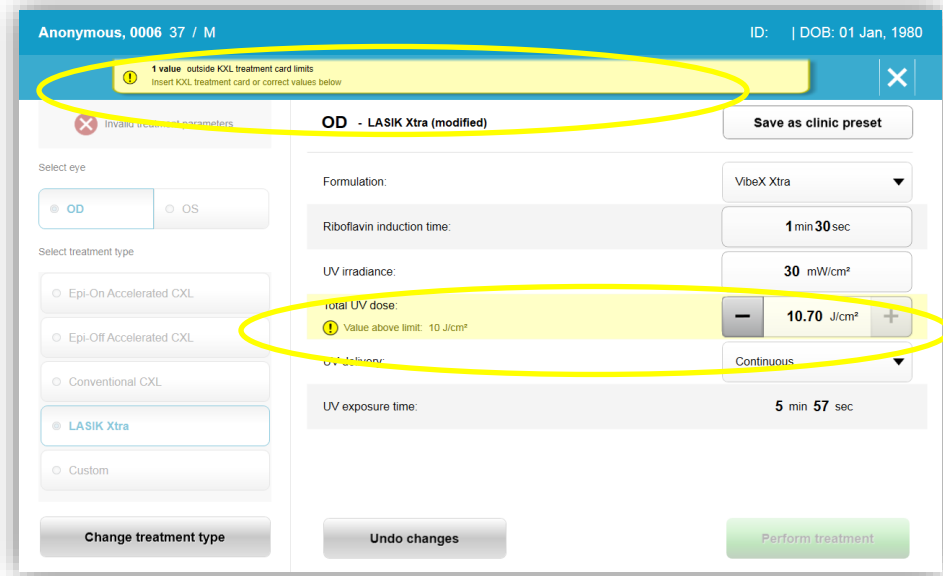

Figure 3-17. Paramètres de traitement non valides (Invalid Treatment Parameters)
- Si l'utilisateur a inséré la carte de traitement pendant la programmation des paramètres de traitement qui sont en dehors de la ou des valeurs admissibles contrôlées par la carte RFID, le message suivant apparaîtra et « Perform treatment » ne pourra pas être sélectionné, comme illustré à la figure 3-17.